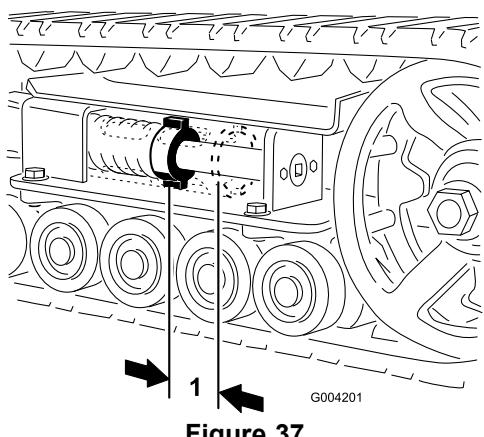

**Figure 38**
3. Enlevez le boulon et l'écrou de blocage (Figure 38).
5. Alignez l'encoche la plus proche dans la vis de tension avec le trou du boulon de blocage et fixez la vis avec le boulon et l'écrou de blocage (Figure 38).
4. A l'aide d'un entraînement carré de 1/2 po, tournez la vis de tension dans le sens horaire pour détendre la transmission (Figure 38 et Figure 39).
4. A l'aide d'un entraînement carré de 1/2 po, tournez la vis de tension dans le sens horaire pour détendre la transmission (Figure 38 et Figure 40).